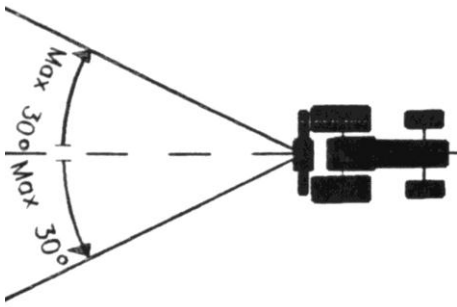

Bild 3
- 26. Beim Ziehen beachten Sie den maximal erlaubten Winkel von 30 Grad (Bild 3).